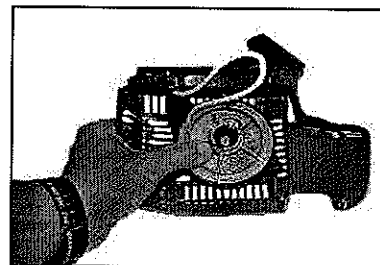

Fig. 3
- * Extraiga el cordón unos 20 cm. y tire del cordón hacia arriba hasta encajarlo en la muesca de la polea (Figure 3). Relaje la presión del rodillo tensor de retroceso colocando el dedo gordo en la polea y dejando, delicadamente, que la polea se desenrolle por completo. Desatornille el tornillo del centro de la polea y quite la polea.